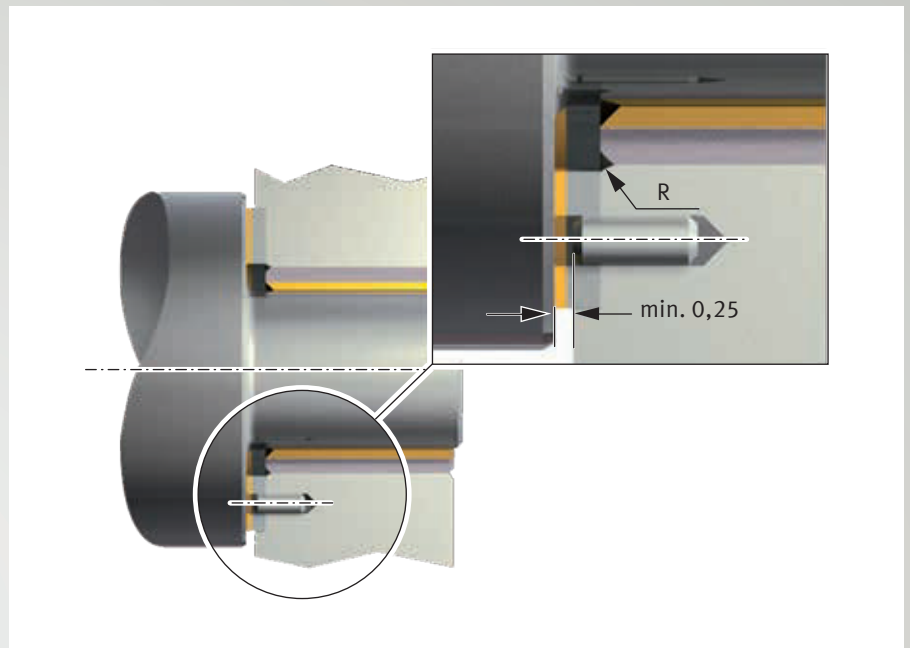

Abb. 41: Befestigen einer Anlaufscheibe PAW in einer Ausnehmung im Gehäuse
- konzentrischer Sitz wird durch Ausnehmung im Gehäuse gesichert (Abb. 41)
- unerwünschtes Mitdrehen wird mittels Passtift oder Senkschraube verhindert (Abb. 41 und 42)
- Schraubenkopf oder Passstift muss gegenüber der Lauffläche um min. 0,25 mm zurückgesetzt sein (Abb. 41 und 42).